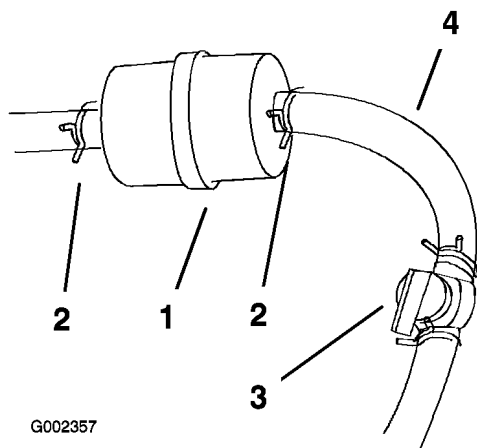

Figure 39
4. Fermez le robinet d'essence (Figure 39).
5. Pincez les extrémités des colliers et faites glisser ceux-ci pour les éloigner du filtre (Figure 39).
7. Posez un filtre neuf et rapprochez les colliers de fixation du filtre (Figure 39).
3. Fermez le robinet d'essence (Figure 39).
4. Desserrez le collier de serrage au niveau du filtre à carburant et éloignez-le du filtre en le poussant le long de la conduite d'alimentation (Figure 39).
5. Débranchez les conduites d'alimentation du filtre à carburant (Figure 39).
Remarque: Laissez l'essence s'écouler dans un bidon ou un bac de vidange (Figure 39).
7. Raccordez la conduite d'alimentation au filtre. Rapprochez le collier de serrage du filtre pour fixer la conduite d'alimentation (Figure 39).